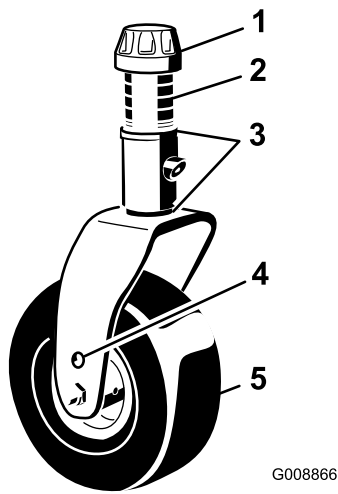

Figura 16
- Retire el casquillo tensor del eje (Figura 16) y deslice el eje fuera del brazo de la rueda giratoria. Coloque los dos suplementos (3 mm) en el eje de la misma forma que en la instalación original. Estos suplementos son necesarios para obtener el mismo nivel en toda la anchura de las unidades de corte. Coloque el número adecuado de espaciadores de 13 mm (consulte la tabla siguiente) en el eje para conseguir la altura de corte deseada, luego coloque la arandela en el eje.